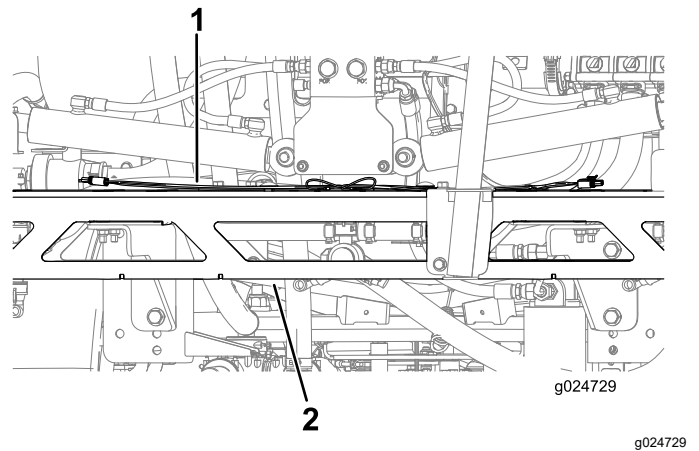

Figura 12
2. Enrute el arnés de cables por el travesaño del bastidor de los brazos (Figura 12).